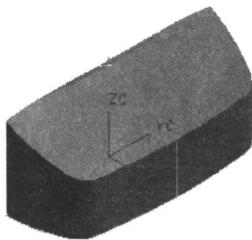

图 1-4 布尔运算结果
- 选择布尔运算为相交 (Intersect)，选择实体，运算结果见图 1-4。